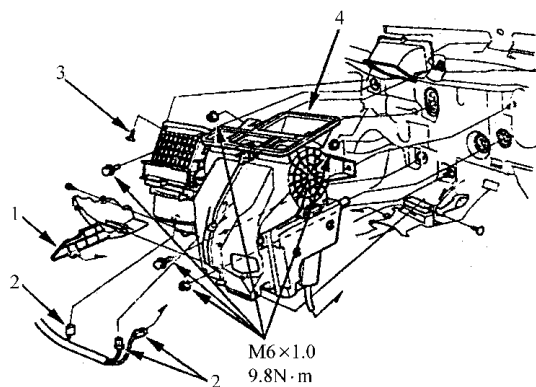

图 10-29 拆卸乘客侧控制台盖
7) 如图 10-29 所示，拆卸自攻螺钉和乘客侧控制台盖。从鼓风机电阻、蒸发器温度传感器和鼓风机电动机上断开插接器。拆卸夹子、装配螺栓、装配螺母和鼓风机加热器装置。